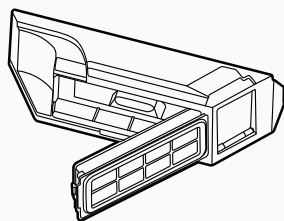

fig. 9
3. Desenganche el filtro de la caja de polvo del pestillo y vacíe la caja. [fig. 9]